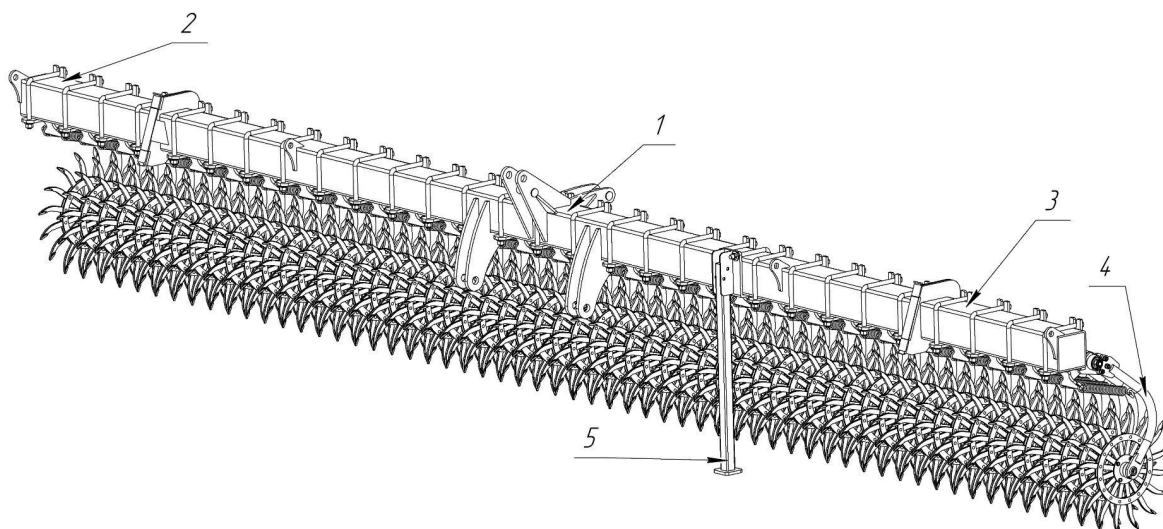
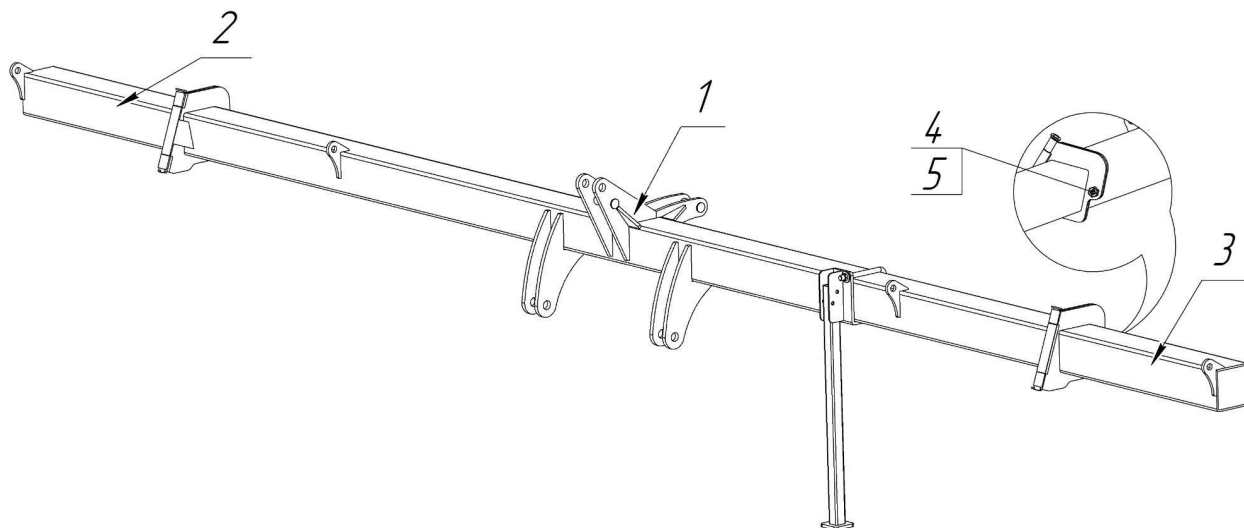

Рисунок 1. Борона ротационная навесная «Агролюкс-6,0»(складная)
Рисунок 3. Рамная конструкция бороны «Агролюкс-6,0»
Борона ротационная навесная (рисунок 1, 2) представляет собой навесную или прицепную (в зависимости от модификации) машину и состоит из рамной конструкции шириной захвата 6-16 м и навешанных вдоль её ширины захвата рабочих органов 4. Борона состоит из следующих основных частей: рамы 1, крыльев 2,3, рабочих органов 4, опорной стойки 5. Подъём бороны осуществляется задней системой навески трактора, складывание крыльев осуществляется вручную.
- рабочее положение (рисунок 1);
В рабочем положении (рисунок 1) крылья разложены вдоль бруса центральной рамы, крылья с рамой зафиксированы болтовыми соединениями на фланцах (рисунок 3).
Рамная конструкция бороны (рисунок 3) состоит из рамы 1, к которой при помощи шарнирного соединения присоединены крылья 2 и 3. Угловая установка осей сопряжения рамы 1 и крыльев 2, 3 позволяет вручную, при усилии менее 200 Н производить складывание рамной конструкции бороны в транспортное положение и фиксировать его болтами M20x60.